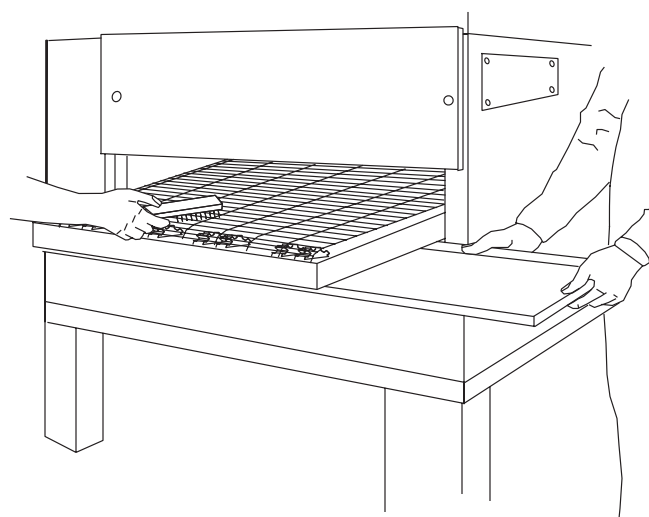

Figure 4-2. Nettoyage de la courroie du transporteur et du plateau de restes
C. Courroie du transporteur (Figure 4-2)
D. Plateaux de restes (Figure 4-2)
Sortez et nettoyez les plateaux de restes à chaque extrémité du four. Vous pouvez sortir les plateaux de restes d'aliments en les faisant glisser, comme le montre la Figure 4-2. Remplacez-les une fois nettoyés.
1. Sortez les plateaux de restes comme indiqué sur la Figure 4-2.